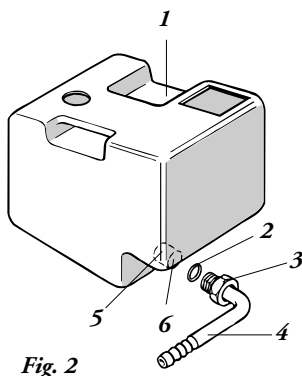

Fig. 2
- 2) *Monter le joint d'étanchéité, le tuyau et la bague sur l'embout du réservoir (voir fig. 2).*